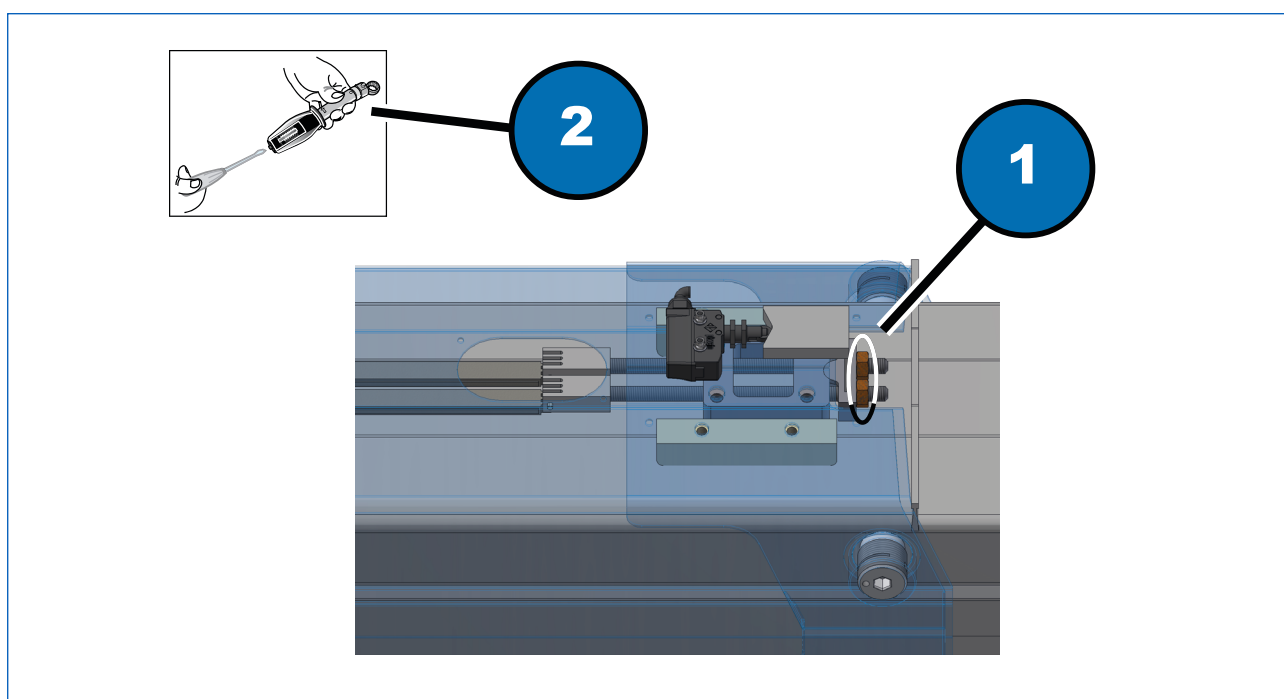

Fig. 8.12
- A) Svitare i dadi (fig. 8.12, 1):
- B) Avvitare i dadi tramite la CHIAVE DINAMOMETRICA (fig. 8.12, 2)